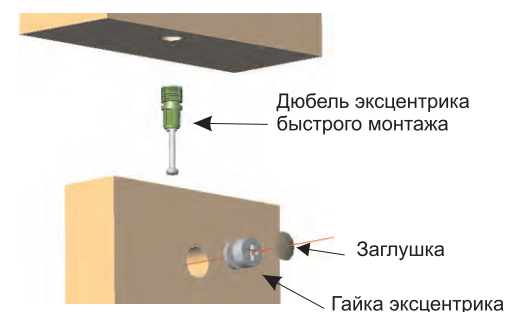

Рис.2
Установите шканты (3) в отверстия d=8 мм топа С и низа D. Вставьте дюбель эксцентрика быстрого монтажа (1а) в топ С и в низ D (см. Рис.2). Прикрутите опоры (4) к нижней плоскости низа D шурупами (6).. Используя шурупы (6) прикрепите штангодержатели (14) к боковинам А (по наметкам). Вкрутите болты усиленного эксцентрика (5а) в отверстия боковин А. В полки В вставьте гайки усиленного эксцентрика (5б). Соедините вместе боковины А, низ D, планку К и заднюю стенку Е (состоит из двух половин) используя соединительный профиль G (состоит из двух частей). Вставьте эксцентриковые гайки (16) и с помощью шестигранного ключа или отвертки (в комплект не входят) затяните их по часовой стрелке до фиксации (см. Рис.2). К собранной конструкции присоедините топ С и закрепите с помощью эксцентриковых стяжек (1). Вставьте полки В и затяните гайки усиленного эксцентрика (6б) до фиксации. Используя шурупы (7) прикрепите заднюю стенку Е к полкам В. Используя шурупы (8), мини-винты (9) прикрепите петли (10) к дверям F и боковинам А (См. Рис 3.). Используя подкладки для ручек (11) прикрепите ручки (12) к дверям F, винтами прилагаемыми к ручкам. В эксцентриковые гайки (16) вставьте заглушки (2). Отрегулируйте опоры (4) по высоте, в отверстия установите заглушки (15). Установите штангу (13) в штангодержатели (14).